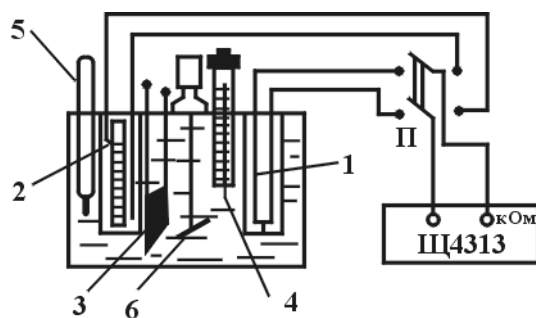

Рис. 3.33
**Описание установки.** Схема установки приведена на рис. 3.33. Исследуемые образцы (полупроводник 1 и тонкая металлическая проволока, намотанная на стеклянную трубку 2) помещены в стеклянные пробирки, заполненные маслом.
1. Соберите цепь согласно рис. 3.33.
5. По формуле (5) вычислите температурный коэффициент сопротивления не менее 3 — 5 раз и найдите его среднее значение (чтобы уменьшить погрешность, разность температур должна быть как можно большей). Результаты измерений и расчетов запишите в таблицу: